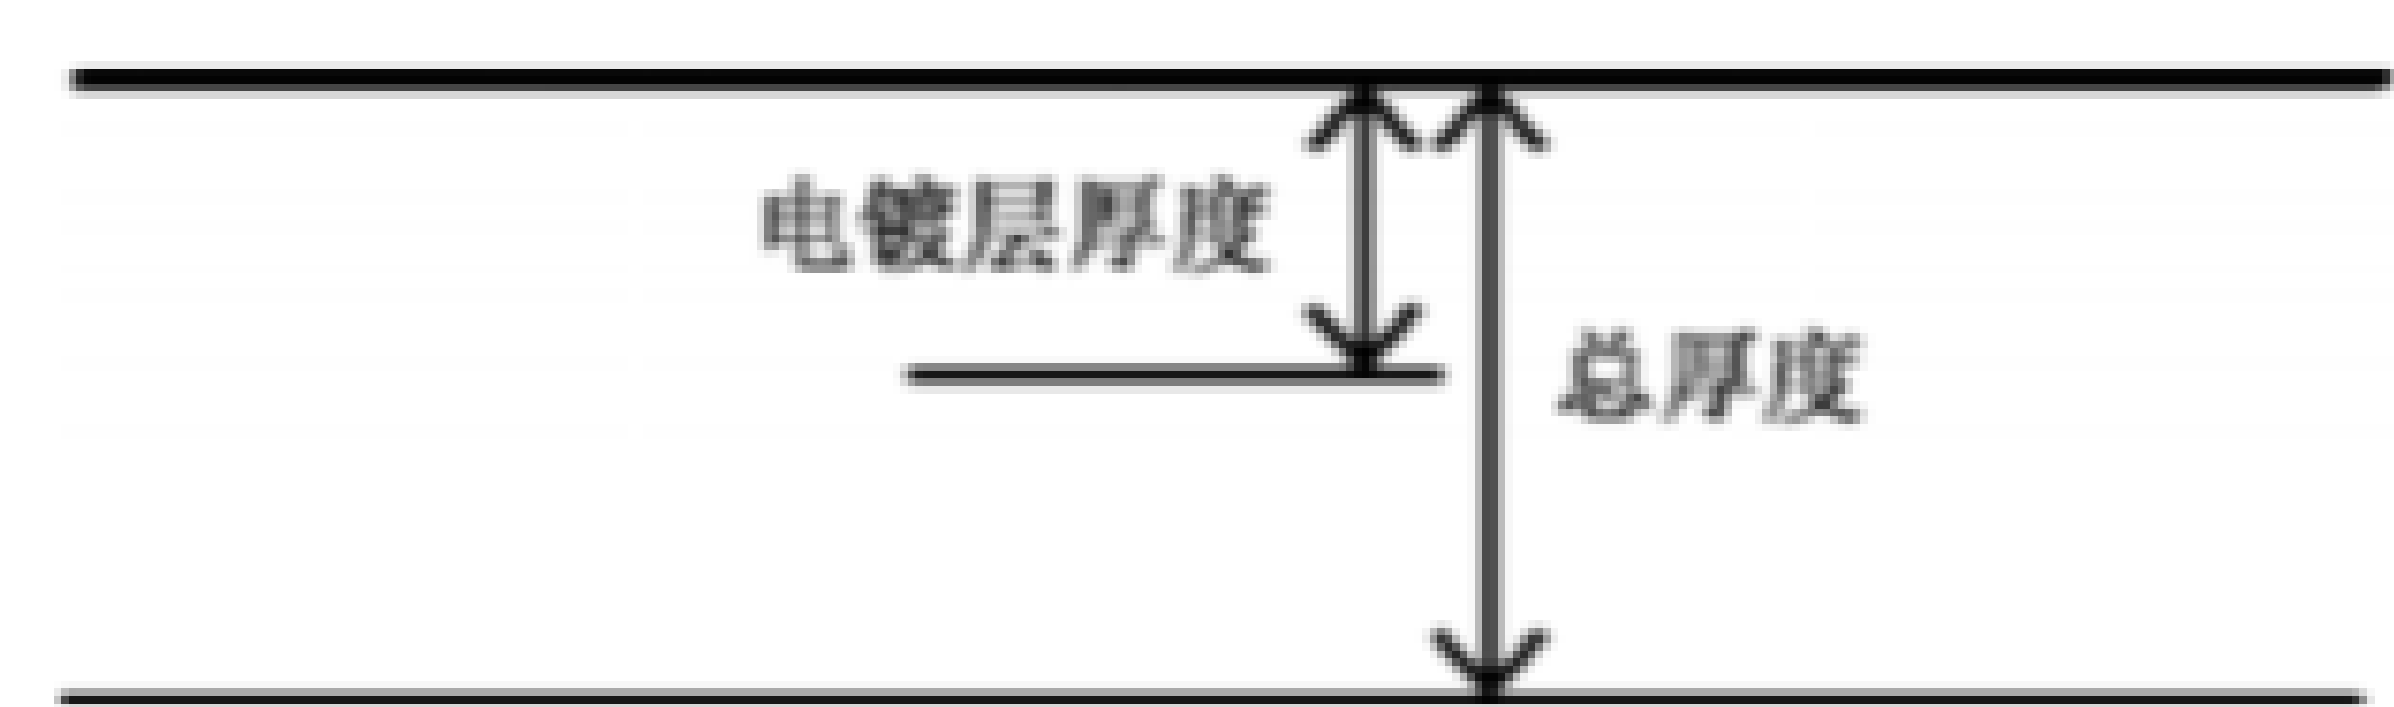

图 56 电镀层厚度与总厚度关系示意图
- c) thickness:此属性定义导电层总厚度,即包含电镀层厚度的总厚度,如图 56 所示。厚度的单位由⟨unit⟩语句中的⟨distance⟩语句定义。
- d) plate\_thickness:此属性定义厚度属性中包含的电镀层厚度,如图 56 所示。镀层厚度的单位由⟨unit⟩语句中的⟨distance⟩语句定义。